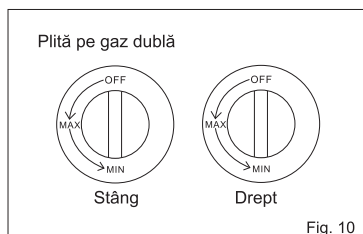
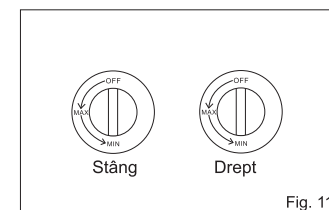

Fig. 10
Fig. 11
- Puneți butonul de reglare a debitului de gaz deasupra axei și împingeți bine înăuntru (fig.10) (fig.11)